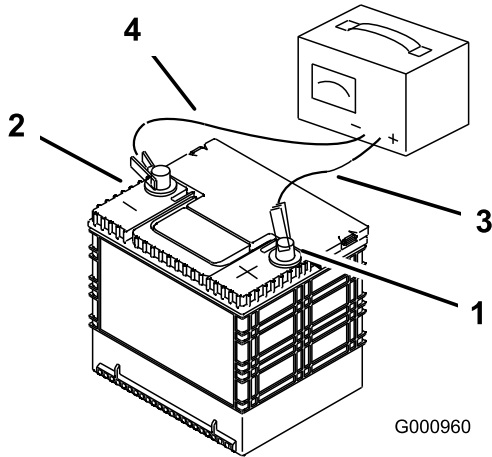

Figure 68
3. Quand la batterie est chargée au maximum, débranchez le chargeur de la prise, puis débranchez les fils du chargeur des bornes de la batterie (Figure 68).